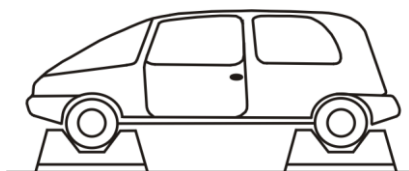

Рисунок 6
8.3 Подложив башмаки противоукатывания под колеса, установите автомобиль на подставки (Рисунок 6).